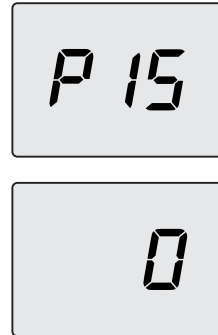

Figura 5.28
- Desplace los parámetros mediante los botones 13 o 14 hasta que aparezcan en el display LCD las letras **P15** que se alternan con el valor del parámetro, indicando que se ha entrado en el "parámetro 15" (Figura 5.28).
- Pulsando simultáneamente los botones 12 y 13 (Figura 5.26) se sale sin modificar el valor (se vuelve a la lista de parámetros Figura 5.28).